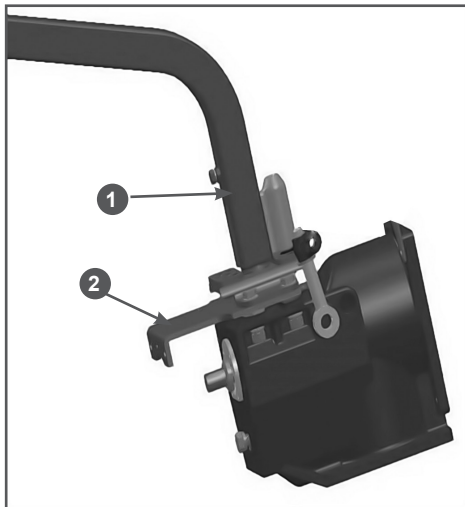

Рис. 6А Установка верхнего кронштейна
3. Открутите болты крепления рабочих рукояток 1 (Рис.6А), приподнимите рукоятки вверх, установите верхний кронштейн 2 и закрутите болты крепления обратно.